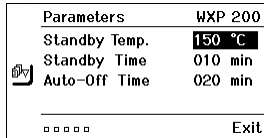

Fig. 13
3. Confirmar a selecção através da tecla de introdução (**6**). A indicação muda para o modo de selecção/introdução (ver fig. 13).